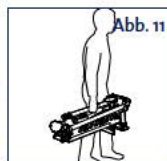

Abb. 11
5. Das hintere Standbein (12) dient dem Tragen der CrocLock™, wenn sie zusammengeklappt ist. Alternativ können Sie den hinteren Tragegriff zum Tragen der CrocLock™ benutzen, wenn sie zusammengeklappt und aufrecht ist. Siehe Abb. 11 & 12.